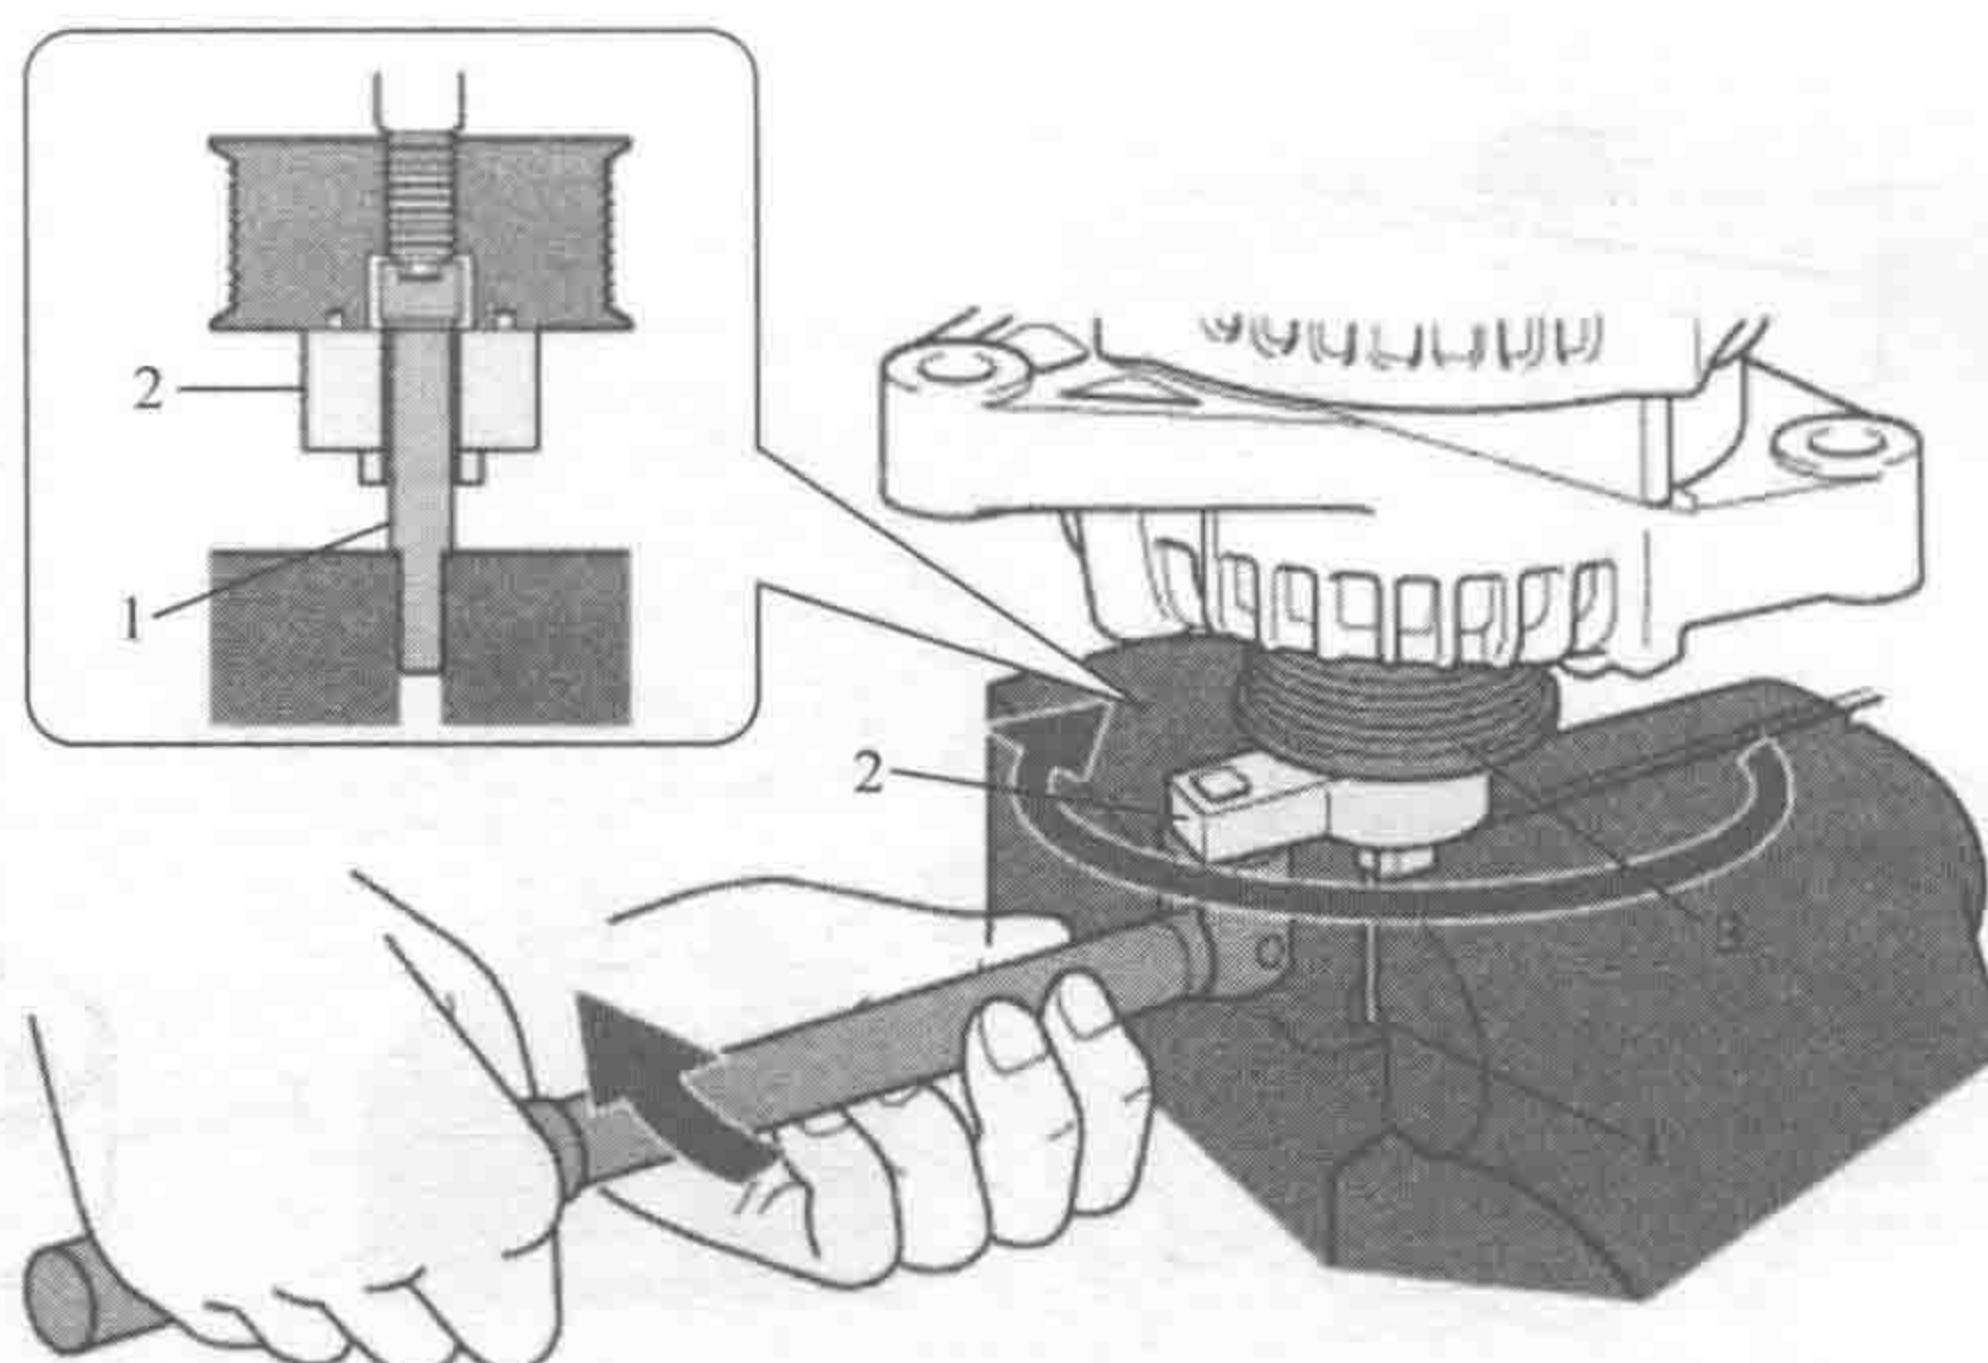

图 1-13 拧松发电机带轮
使带轮和 SST (B) 一起旋转来旋松带轮，如图 1-13 所示。注意：由于使用气动扳手将会损伤带轮，所以一定要使用 SST 专用工具。